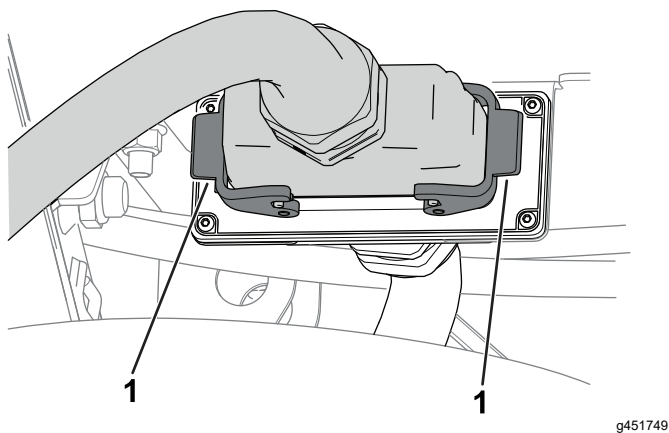

Figura 6
8. Utilizai clicheii conectorului mainii pentru a securiza conexiunea (Figura 6).